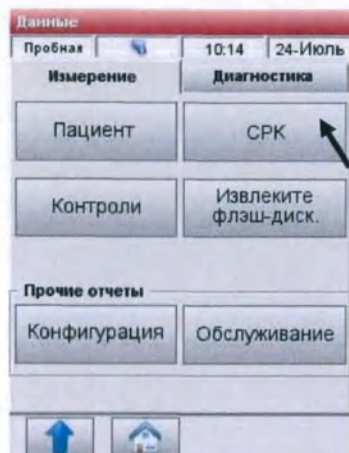

Рис.6-5 Выберите СРК
2. На вкладке <Измерение> выберите <СРК> (Рис.6-5).